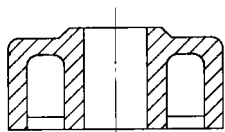

图1-6 虚线用法(一)
①在视图上,画了虚线并不影响此图的清晰,且可以省略一个视图时,可以画虚线,如图 1-6 所示。
②能使某一部分的形状更完整,可以画出虚